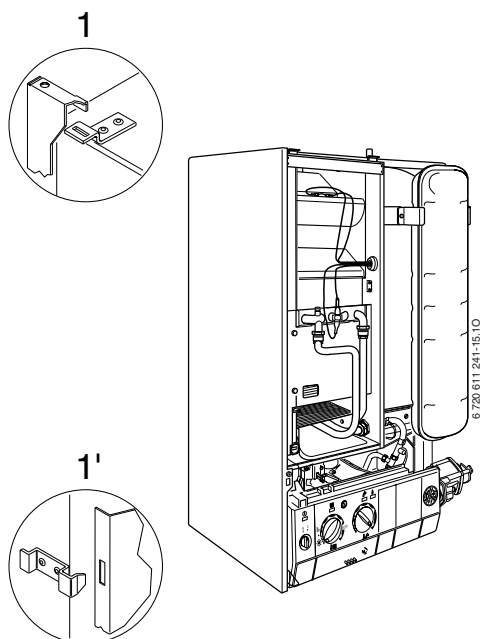

Fig. 16
- Inserire i ganci a lamella, del mantello SX, nei fori ad asola (1), che si trovano nella parte superiore, e far inserire, anche il gancio a lamella, posto in basso a SX (verso il retro-caldaia) nel foro ad asola (1'), che si trova sul fianco SX (lato verso muro) seguire Fig. 16.